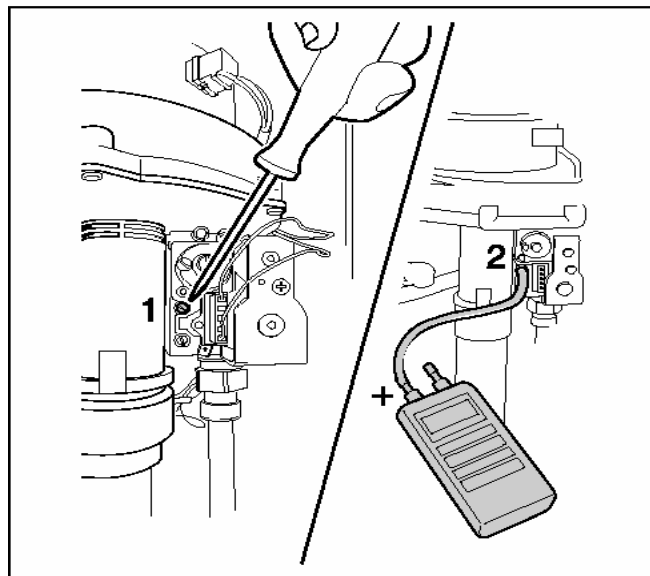

fig. 26 Mätning och inställning av gas/luftförhållande
- Skruven i den översta mätnippeln (brännartrycksmätnippeln) öppnas två varv. (fig.26, pos.1).